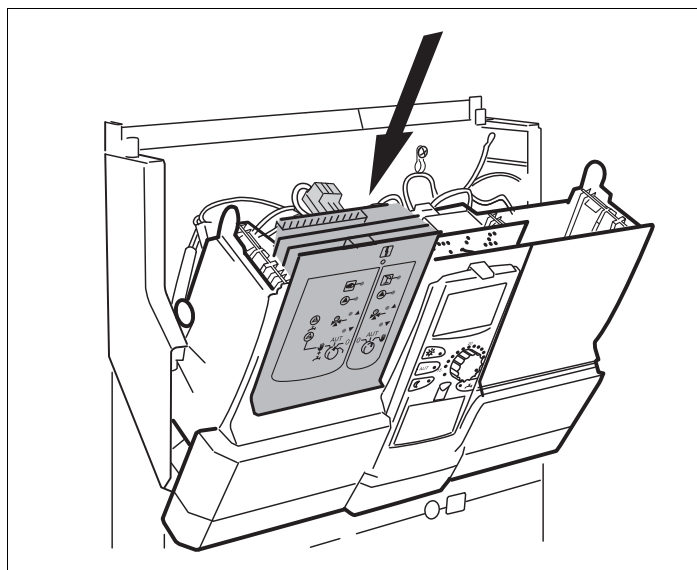

Рис. 6 Установка модуля
- ▶ Вставьте новый модуль до ощутимого защелкивания сверху в свободное гнездо, нажимая на планку датчиков (→ рис. 6, стр. 18).
- ▶ Вставьте новый модуль до ощутимого защелкивания сверху в свободное гнездо, нажимая на планку датчиков (→ рис. 6).